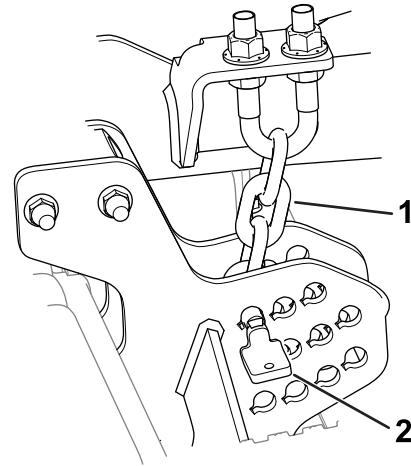

Bild 10
1. Entfernen Sie die Stifte, mit denen die Schnitthöhenketten am Heck des Mähwerks befestigt ist (Bild 10).
Der Stift sollte in das unterste Glied der Schnitthöhenkette eingebaut werden. Die Kette (Bild 10) sollte nicht verdreht sein.